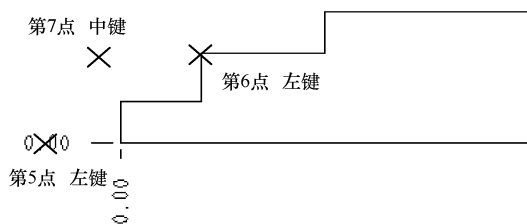

图 3-93 拾取位置
(4) 在【标注】工具箱中单击【法向】按钮，系统提示“选取1个项目”，单击基线坐标原点文字（第5点），如图3-93所示。
(5) 单击选取要标注坐标的图元（第6点），如图3-93所示。
(6) 在数字放置的位置（第7点）单击鼠标中键，如图3-93所示。